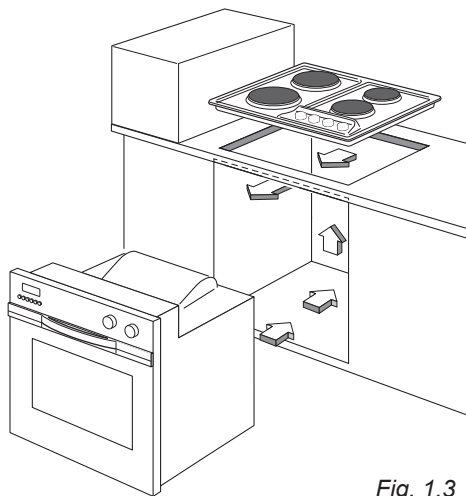

Fig. 1.3
**IMPORTANTE:** Se si installa un forno sotto il piano cottura, questo deve essere provvisto di sistema di raffreddamento interno forzato. I canali di aerazione naturale illustrati in fig. 1.3 devono assicurare il raffreddamento del piano cottura.